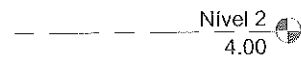

Figura A.3 – Níveis existentes.
3. A seguir, vamos criar os pavimentos básicos de um projeto: **Térreo**, **1º Pavimento** e **Cobertura**. Os pavimentos são criados somente em uma vista de elevação. No **Navegador de projeto** selecione **Elevações > Sul** e o desenho deve ficar como na Figura A.3.